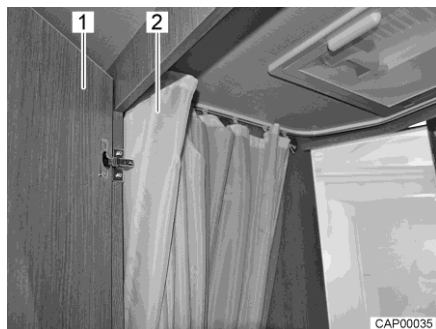
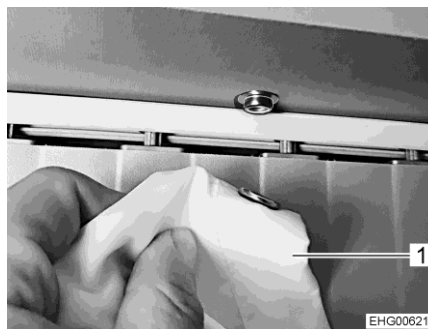

Bild 104 Toalett med dusch
Bild 105 Duschdraperi med tryckknappar
- Stäng dörren (Bild 104,1) när du vill duscha och dra till duschförhänget (Bild 104,2 och Bild 105,1) helt resp. stäng med tryckknapparna så att alla väggar är skyddade.